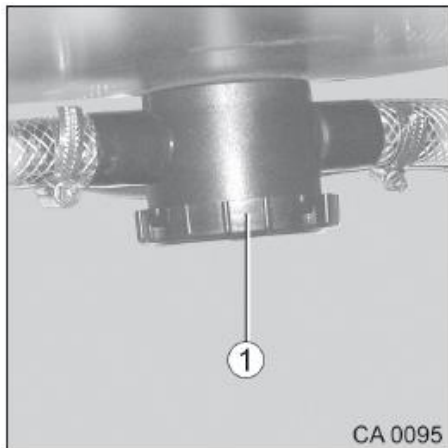

Fig. 142 Siphon
Pour éviter des mauvaises odeurs émanant de l'installation des eaux usées, le camping-car est équipé de siphons (Fig. 142/1).
2. Dévisser le couvercle (Fig. 142/1).
4. Revisser le couvercle (Fig. 142/1) sur le siphon.